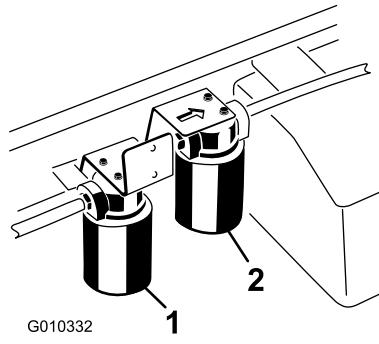

Figura 74
3. Collocate una bacinella di spуро sotto il filtro, e togliete il filtro (Figura 74).
1. Pulite la superficie circostante il filtro ad alto flusso (Figura 74).